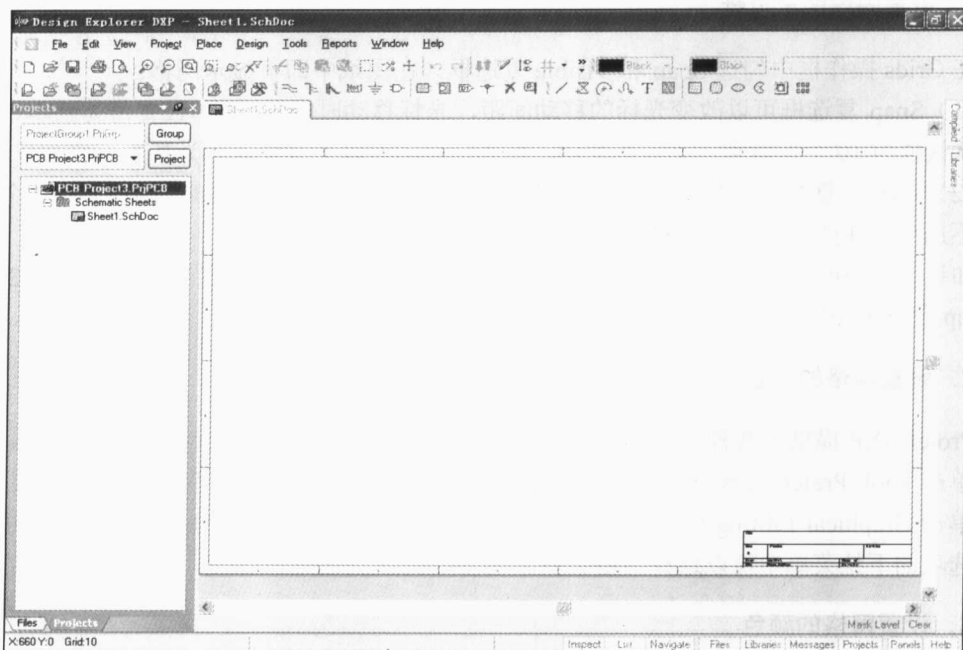
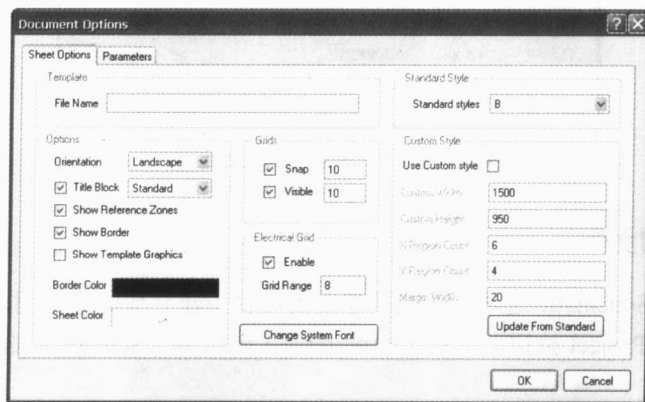
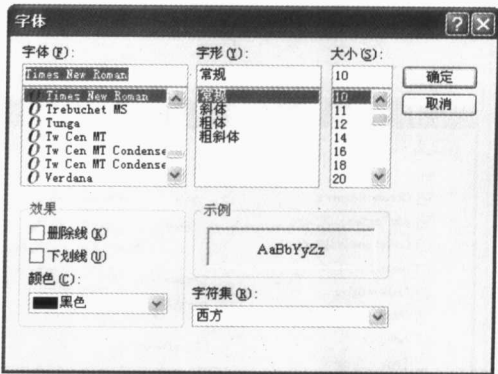
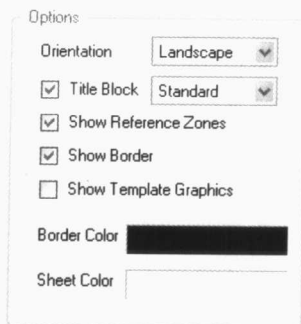

图 1-5 新建项目和原理图文件后的窗口
图 1-6 Document Options 窗口
图 1-10 字体设置窗口
图 1-14 设置显示和边框属性
新建项目和原理图文件后的窗口如图 1-5 所示，其中，项目和原理图文件都没有重命名。
在设计原理图时，图纸上的网格会为放置元件、连接线路等带来极大的方便。在进行图纸的显示操作时，可以设置网格的种类以及是否显示网格，也可以对光标的形状进行设置。单击图 1-5 中的 Design|Options 项，系统将弹出如图 1-6 所示的 Document Options 窗口，单击 Sheet Options 选项卡。
(1) Snap 复选框可以改变光标的移动间距，光标移动时以 Snap 的设置值为基本单位，系统默认值为 10 个像素点；不勾选此项，则光标移动时以 1 个像素点为基本单位。
(2) Visible 复选框的数值表示图纸网格间的距离，图 1-6 中网格间的距离为 10 个像素点；不选此项在图纸上不显示网格。
在图 1-6 所示窗口的 Electrical Grid 操作框中, 可以设置电气节点。如果勾选 Enable 复选框, 则在画导线时系统会以 Grid Range 中设置的值为半径, 以光标所在位置为中心, 向四周搜索电气节点。
在 Protel DXP 中, 图纸上可以插入汉字或英文字母, 系统可以为这些插入的字设置字体。在图 1-6 中的 Document Options 窗口单击 Change System Font 按钮, 系统弹出如图 1-10 所示字体设置窗口。在此可选择字体、字形、大小、颜色等。
单击 Design|Options 选项，系统将弹出图 1-6 所示 Document Options 窗口，单击图右上角 Standard Style 操作框的 Style 下拉框即可选择图纸类型。
除了选用标准图纸外，用户还可以根据需要自定义图纸尺寸即在图 1-6 所示 Document Options 中设置 Custom Style 操作栏中的各个选项。
在图 1-6 所示窗口的 Sheet Options 选项卡中，可以通过 Options 选项组设置图纸的显示和边框属性，如图 1-14 所示。